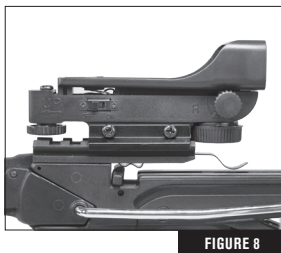

FIGURE 8
2. Glissez le cran de sûreté de la position « FIRE » à la position « SAFE » (ENCLENCHÉE). (Fig.8).
4. Inspectez soigneusement le cran de sûreté pour vous assurer qu'il est entièrement à la position « SAFE » (Fig. 8). Si le cran de sûreté n'est pas complètement vers l'arrière, il n'est pas en position « SAFE », mais toujours en position « FIRE ». Inspectez toujours visuellement le cran de sûreté pour s'assurer qu'il est à la position désirée.
**⚠ AVERTISSEMENT :** SI POUR UNE RAISON QUELCONQUE, LE CRAN DE SÛRETÉ NE SE DÉPLACE PAS COMPLÈTEMENT SUR LA POSITION « SAFE » (FIG. 8), DÉARMEZ L'ARBALÈTE DE FAÇON SÉCURITAIRE AVEC UNE FLÈCHE, COMME INDIQUÉ À LA SECTION 9.D. N'UTILISEZ PAS L'ARBALÈTE. APPELEZ LE SERVICE À LA CLIENTÈLE AU 1-866-726-1122 POUR OBTENIR UNE RÉPARATION AUTORISÉE.